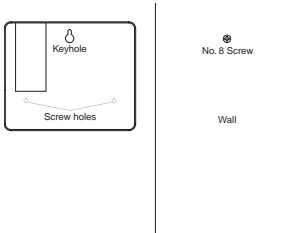

ILUSTRACIÓN 15: MONTAJE DE UN PROGRAMADOR INTERIOR
- Atornille contra la pared un tornillo del número 8 en cada uno de los dos agujeros que están en la parte inferior de la caja. [Vea la ilustración 15].